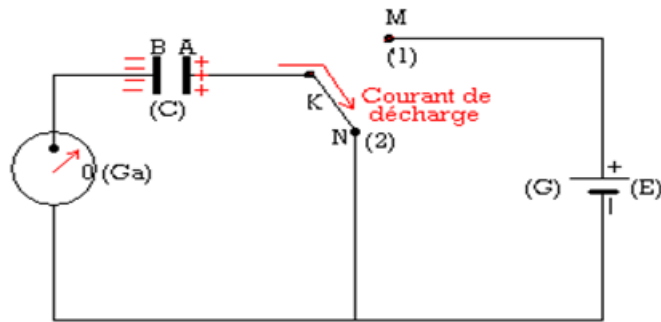

Figure 11.4 : Décharge d'un condensateur
- Les électrons ne traversent pas le condensateur à cause de l'isolant qui sépare les armatures A et B de (C).
- Plaçons à présent (k) en N (fig. 11.4). L'aiguille de (G_a) dévie du même angle, mais en sens inverse du sens précédent, puis revient à zéro.